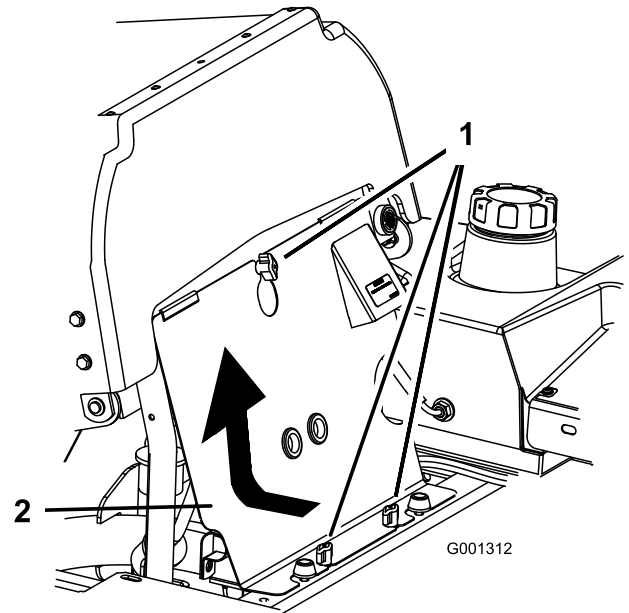

Figure 62
1. Basculez le siège en avant et déposez le panneau avant du moteur (Figure 62).